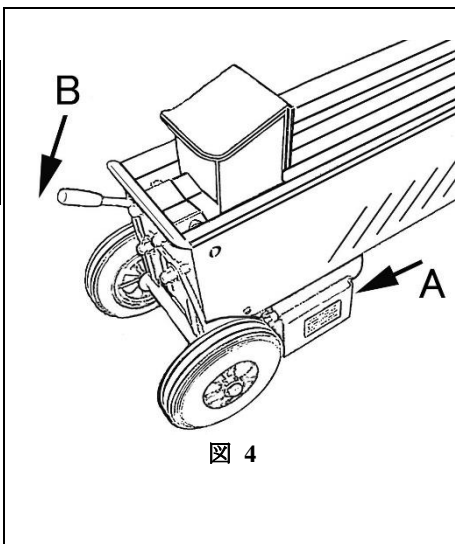

図 4
2. モーターのスイッチを押して、モーターを回します。(図 4-A)
4. 油圧操作レバーを下に押しつけると、油圧回路が切り替わり、ブランジャーブロックが薪を押していき、薪が割れます。(図 4-B)